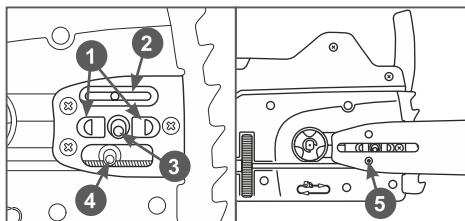

Рис. 4 Установка шины
4. Установите шину центральным отверстием на шпильку 3 и направляющие выступы 1 так, чтобы палец 4 механизма натяжения попал в отверстие 5 нашине (Рис. 4).